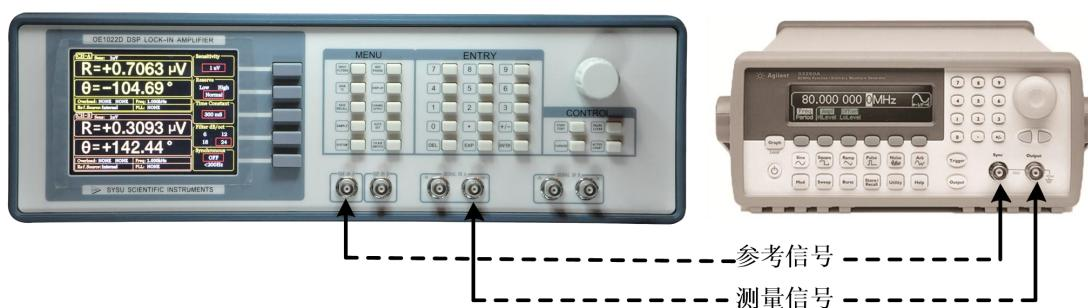

图 87. 信号线连接图
2. 用一条带 BNC 接头的信号线连接函数信号发生器的输出接口和 OE1022D 前面板通道 A 的 SIGNAL IN 的 IN+接口，用另一条带 BNC 接头的信号线连接函数信号发生器的参考信号接口和 OE1022D 前面板通道 A 的 REF IN 接口，如图 87 所示：